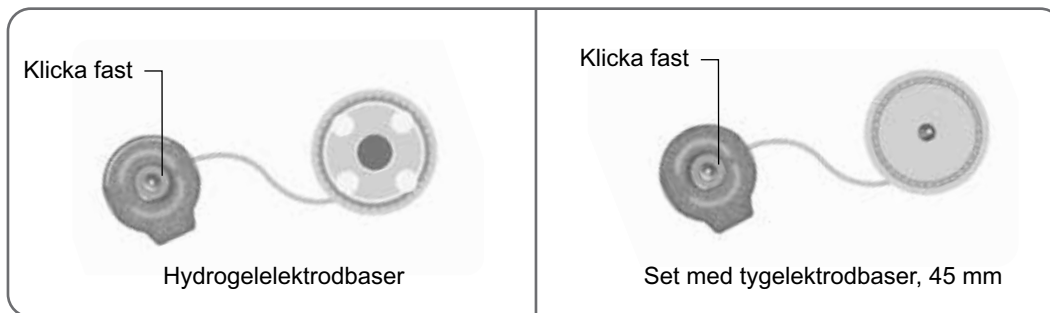

Bild 6-6: Elektrodbasalternativ för medelstor underbensmanschett
**Följande elektrodbaser kan användas tillsammans med den medelstora underbensmanschetten (se bild 6-6):**